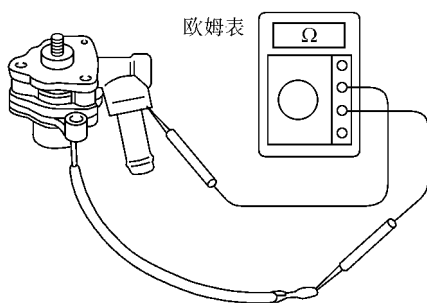

图 2-9 用欧姆表测量配线端子和壳体之间的电阻
2) 使用欧姆表测量配线端子和壳体之间的电阻，如图 2-9 所示。